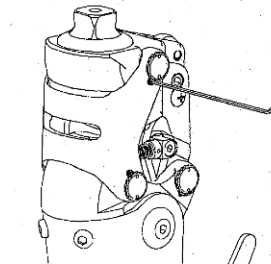

Abb. 4
b) Die Spannschraube mit einem 1,5 mm Sechskantschlüssel entnehmen (Abb. 4).